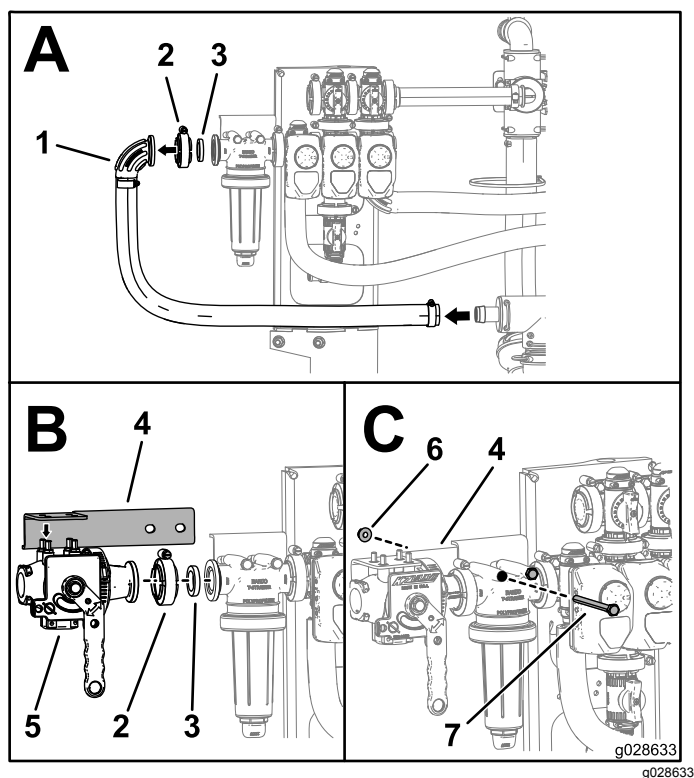

Figure 21
1. Retirez le raccord coudé, le collier à bride, le joint, et le flexible d'entrée de la tête du filtre sous pression (encadré A de la Figure 21).
2. Placez le support au sommet de la vanne du mélangeur, comme montré dans l'encadré B de la Figure 21.
3. Montez la vanne du mélangeur avec le joint et le collier à bride retirés à l'opération 1 ; voir l'encadré B de la Figure 21.
4. Fixez le support au bloc de vannes de rampe au moyen des boulons et écrous actuellement montés sur le filtre sous pression ; voir l'encadré C de la Figure 21.